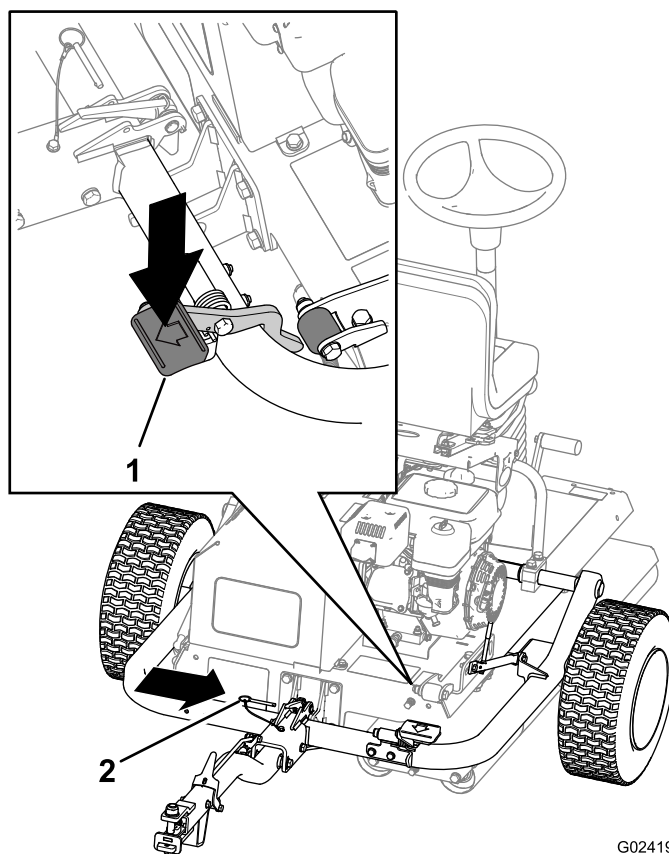

図 27
- C. ヒッチペダルを踏んで、ヒッチをロックする図 27。
- D. ロッキングピンを入れる図 27。